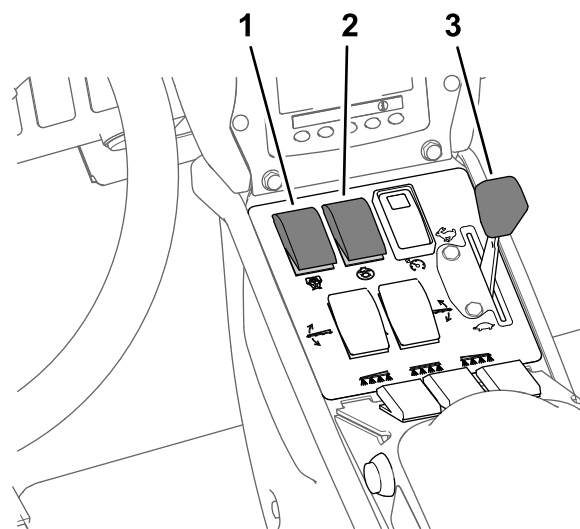

Рисунок 37
- Установите переключатель перемешивания и выключатель насоса для опрыскивания в положения Вкл. (Рисунок 37).
- Установите регулятор дроссельной заслонки в положение **БЫСТРО** (Рисунок 37).
Примечание: При выполнении этой процедуры предполагается, что насос для опрыскивания включен; см. Рисунок 37 в разделе Опрыскивание в режиме заданной нормы внесения (страница 40).
4. Установите рычаг дроссельной заслонки в требуемое положение частоты вращения двигателя для опрыскивания; см. Рисунок 37 в разделе Опрыскивание в режиме заданной нормы внесения (страница 40).